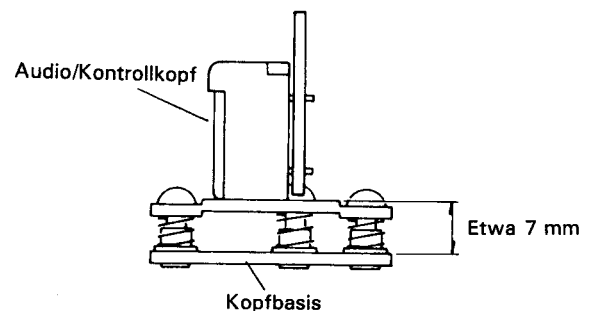

Abb. 1-5-5 Audio/Kontrollkopf-Höhe
4. Die Schraube ② entfernen und die Abschirmkappe vom Audio/Kontrollkopf abnehmen.
5. Die Schrauben ③ entfernen, um den Audio/Kontrollkopf von der Kopfbasis abzunehmen. Die Federn vorsichtig behandeln.
- Vor dem Anbringen auf dem Haupt-Deck eine Grobeinstellung der Höhe des Audio-Kontrollkopfes vornehmen, wie in Abb. 1-5-5 gezeigt.